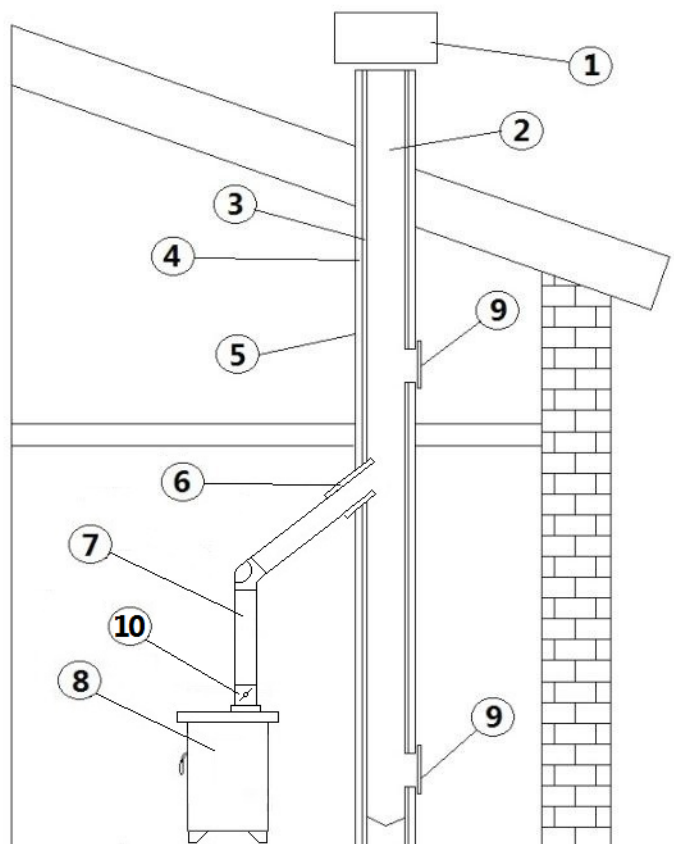

Fig. 4 - Composant de cheminée
- Il est conseillé de choisir une cheminée de type anti vent, voir **Fig. 4 à page 34**.
- Conduit de fumées extérieur réalisé exclusivement avec des tuyaux en inox isolés, c'est-à-dire avec une double paroi d'un diamètre minimum de Ø150 mm: l'ensemble doit bien être fixé au mur. Avec cheminée anti-vent (voir **Fig. 4 à page 34**).